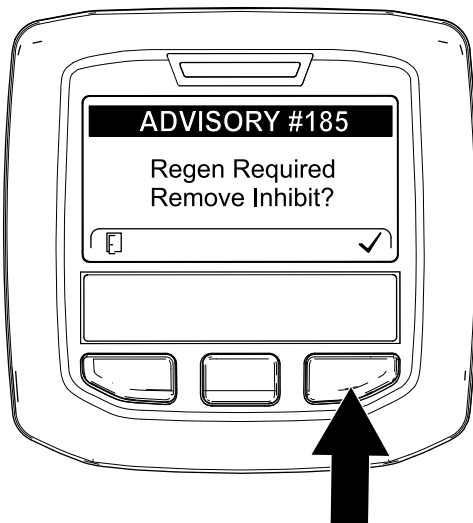

Figura 40
**Nota:** Si INHIBIT REGEN (Inhibir regeneración) está ajustado en ON (Activado), el InfoCenter muestra ADVISORY #185 (Aviso n.º 185) (Figura 40). Pulse el botón 3 para establecer el ajuste de inhibición de regeneración en OFF (Desactivado) y seguir con la regeneración de restablecimiento.